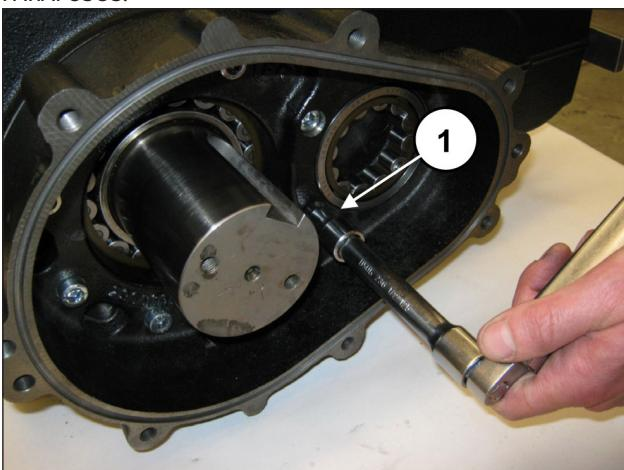

Fig. 64
Aperte os oito parafusos M10x40 (pos. ①, Fig. 64). Calibre os parafusos com chave dinamométrica, conforme indicado no capítulo 3 CALIBRAGEM DO APERTO DOS PARAFUSOS.